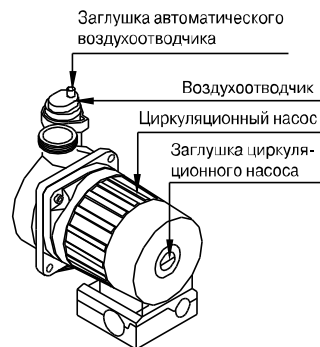
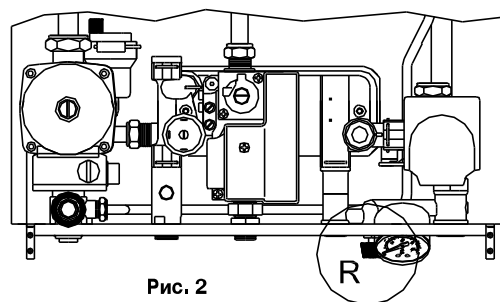

Рис. 1
Рис. 2
- Откройте запорный клапан и повышайте давление воды до 1,5 бар (пока не загорится светодиодный индикатор 11, рис.1, стр. 14), после чего закройте запорный клапан.
- Перед пуском котла проверьте показания манометра. Если давление воды ниже 0,5 бар, откройте запорный клапан и поднимите давление до 1,5 бар (пока не загорится светодиодный индикатор 11, рис.1, стр. 14), **после чего закройте запорный клапан.**
- Установите выключатель питания в положение ВКЛ (нажатое) (рис.1). Через несколько секунд заработает циркулярный насос.
- Установите выключатель питания (1) в положение ВКЛ (нажатое) (рис.1, стр. 14) \curvearrowright .
- Проверьте, что на дисплее (14) не отображается никакой аварийный код. Мигание кода «04» на дисплее и свечение светодиода 8 свидетельствует о низком давлении воды в системе. Откройте запорный клапан на входе холодной воды и поднимите давление в системе до 1,5 бар (загорится светодиод 11), после чего **перекройте подачу холодной воды.**
- В случае, если розжига не произошло: Если на дисплее (14) мигает код «04», дозаправьте систему водой. Если на дисплее (14) мигает код «01», то необходимо **подождать 3 мин.**, а затем отключить и заново включить котел, переведя кнопку (1) в отжатое (ОТКЛ.), а затем вновь в нажатое (ВКЛ.) положение. Данную процедуру может потребоваться провести несколько раз, пока из воздуха из горелки не будет удален полностью.
- Переведите кнопку (1) в положение ОТКЛ. (отжатое) \curvearrowleft (рис. 1, стр. 14), подсоедините манометр к точке отбора давления 4 (рис.2, стр 16). Включите котел и проверьте соответствие фактического и указанного на заводской табличке минимального и максимального давления газа. Чтобы проверить максимальное давление газа, поверните вправо до упора ручку задания температуры в контуре ГВС. Чтобы проверить минимальное давление газа, поверните эту ручку до упора влево и перейдите в ЗИМНИЙ режим работы. Минимальное давление газа будет показано на манометре через 10 с. Если значение давления отличается от указанного на табличке, отрегулируйте его винтом 4 (рис. 1, стр.17).